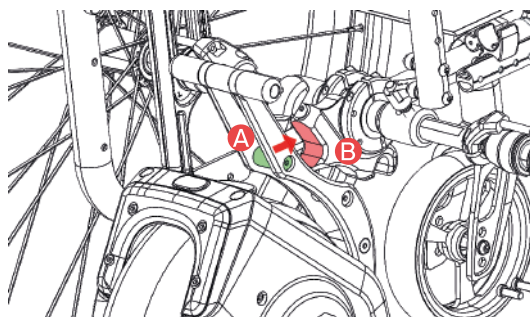

Figura 27
- Impugnare la maniglia e avvicinare il TWIST R all'aggancio fino a quando il perno inferiore (Figura 27 Lettera A) si troverà perfettamente appoggiato alla sede del perno inferiore (Figura 27 Lettera B). (Figure 26 e 27).